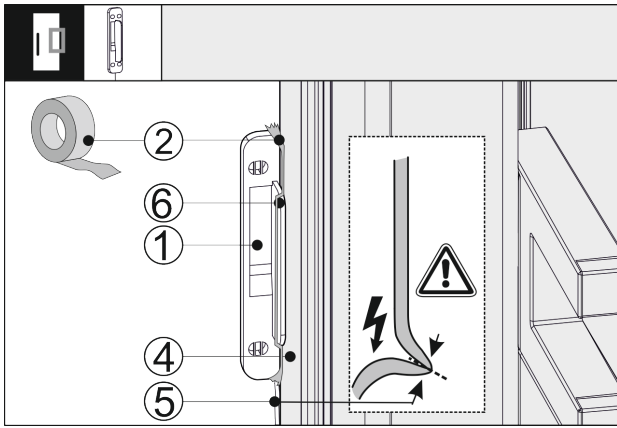

Fig. 42
- Applicare lateralmente il sensore di battito in testa Fig. 42 (1) sulla porta del dispositivo Fig. 42 (4), in modo che la battuta di arresto Fig. 42 (6) appoggi sulla porta del dispositivo Fig. 42 (4). Il cavo del sensore Fig. 42 (5) è leggermente teso e appoggia anche sulla porta del dispositivo Fig. 42 (4).
- Fissare il sensore di battito in testa Fig. 42 (1) con nastro adesivo Fig. 42 (2). Il sensore di battito in testa si avvia dunque alla parte frontale del mobile.